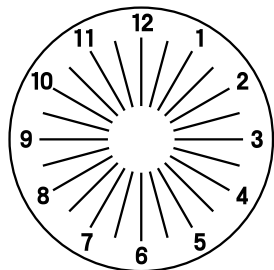

图 32
(4) 转动柱镜旋钮 ②⑦ 改变 C 值，从 .00 → .25 → .50，使每条线看起来都是一样的。当转动到 -0.50 处，图表如图 32 所示。
(5) 转动小球镜盘 ②③ 以 0.25D 为间隔改变 S 值，使视力从 1.2 到 1.5。记录下视力改变值。-1.00 → -1.25 → 1.50。